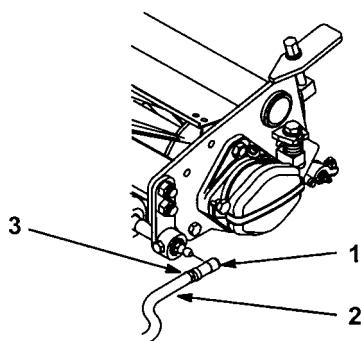

図13
6. ソケットの開口部とボールスタッドの中心を合わせ、ジャムナットを締めてソケットを固定する（図13）。